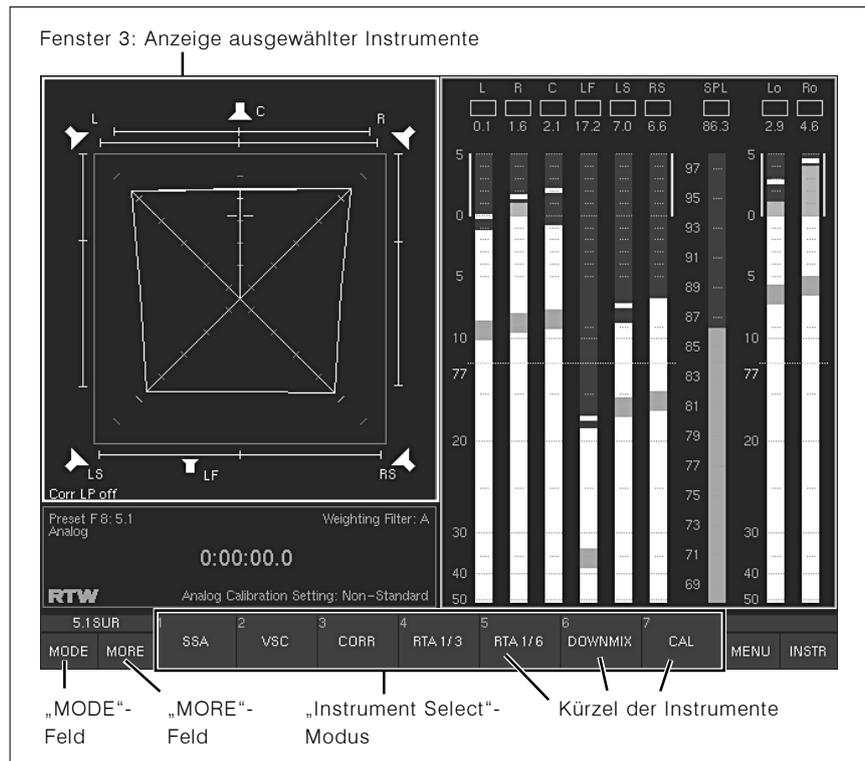

Bild 3-6: Der Surround Sound Analyzer in Fenster 3 des Bildschirms und die erste Instrumenten-Ebene in der Steuerleiste (nach dem Anwählen von „MODE“ sichtbar)
1. Drücken Sie die Taste **„Mode“** auf der Frontseite des Gerätes oder des Remote Displays 30010 oder klicken Sie auf die **„MODE“-Schaltfläche** in der Steuerleiste (Fenster 1 auf dem Bildschirm, siehe Bild 2-1). Die Schaltflächen 1 bis 7 in der Steuerleiste wechseln in den **„Instrument Select“-Modus** (siehe Abschnitt 5.1.2.) und zeigen die ersten sieben verfügbaren Instrumenten-Typen an (Darstellungsarten, siehe Bild 3-6).